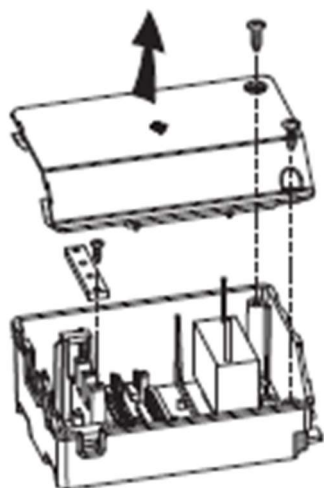

Рис.1
1. Не устанавливайте вытяжку в помещениях с большим количеством окон и дверей; это отрицательно влияет на эффективность работы из-за воздушной конвекции (Рис. 1).
2. Найдите распределительную коробку, открутите винты на крышке распределительной коробки, затем снимите крышку (рис. 1)